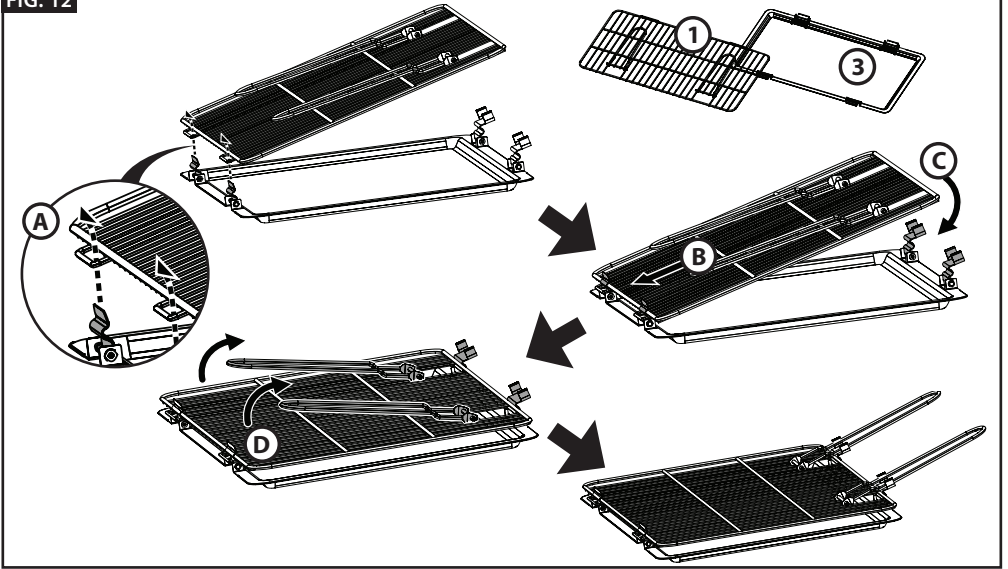

FIG. 13
10. Setzen Sie den zusammengebauten Rost in die Kammer ein (Abb. 13). Platzieren Sie die Einheit nicht in einer Position, die den Betrieb des Spießes beeinträchtigen könnte; und benutzen Sie nicht sowohl Rost als auch Spieß gleichzeitig zum Grillen in der Kammer.